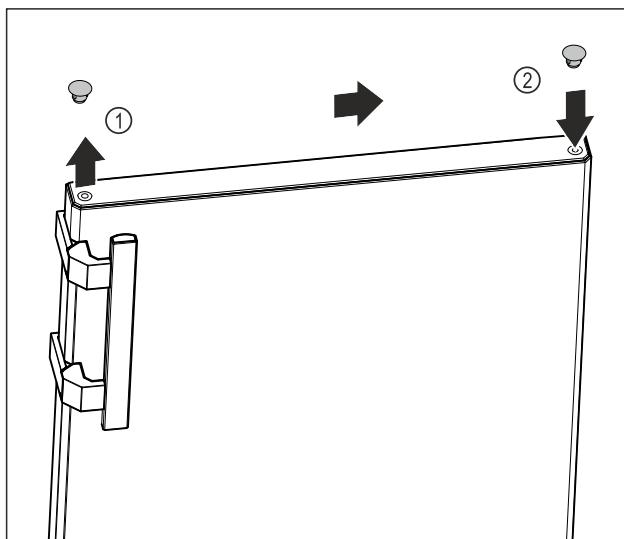

Fig. 14
- С плоска отвертка внимателно повдигнете покриващата тапа от горната страна на вратата *Fig. 14 (1)* и я извадете.
- Поставете покриващата тапа от другата страна. *Fig. 14 (2)*